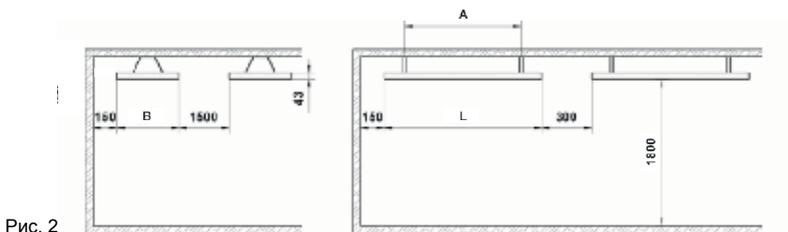

Рис. 2
4. В соответствии с рис. 2 и таблицей 2 определите место установки обогревателя на потолке или потолочных конструкциях с соблюдением минимальных расстояний от предметов и минимального расстояния от пола.